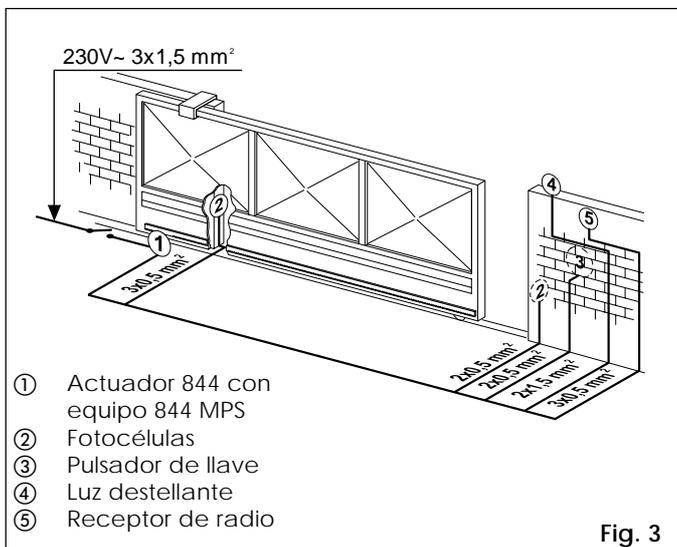

Fig. 3
Medidas (AxHxP) (mm)	véase Fig. 3
- 4) Tender los cables para la conexión con los accesorios y la alimentación eléctrica de la manera ilustrada en la Fig. 3. Para facilitar las conexiones, dejar sobresalir los cables aproximadamente 45 cm de la placa de cimentación. (Fig. 5-6 ref. 1)
Siguiendo las indicaciones de la Fig. 3, colocar las canalizaciones y efectuar las conexiones eléctricas del equipo electrónico 844 MPS con los accesorios elegidos.